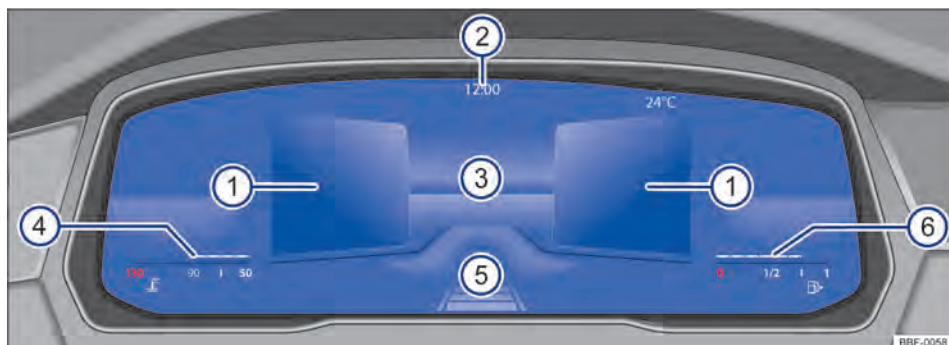

Fig. 11 Active Info Display (variante 2) en el tablero de instrumentos.
La exhibición principal → fig. 11 ③ puede alternarse presionando la tecla **VIEW** en el volante multifunción. La representación en el área de indicación puede exhibir las siguientes vistas:
- **Resumen:** después de finalizado el sistema de propulsión: exhibición de información acerca del estado del vehículo en las áreas ①, por ejemplo, ubicación del cuentakilómetros total.